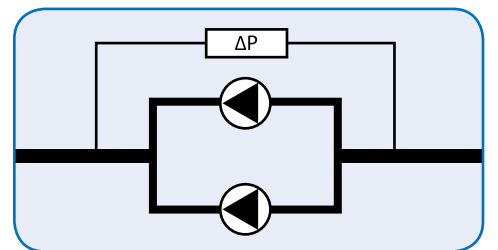

Рис. 5.
- защита насосов от «сухого хода» осуществляется с помощью контроллера ECL Com-fort 301 следующим образом. Параллельно насосной группе устанавливается реле перепада давления ΔP (рис. 5). В качестве реле перепада давления компания «Данфосс» предлагает реле RT 262A. Реле настраивается на минимальный перепад давления, создаваемое насосами.
Рис. 5. Шкаф диспетчеризации для БТП г. Московский. Содержит контроллер диспетчеризации и клеммник для подключения сигналов. Оставлено место для коммуникационного оборудования, которое может быть установлено позднее, в процессе реализации проекта диспетчеризации на базе MasterComfort.